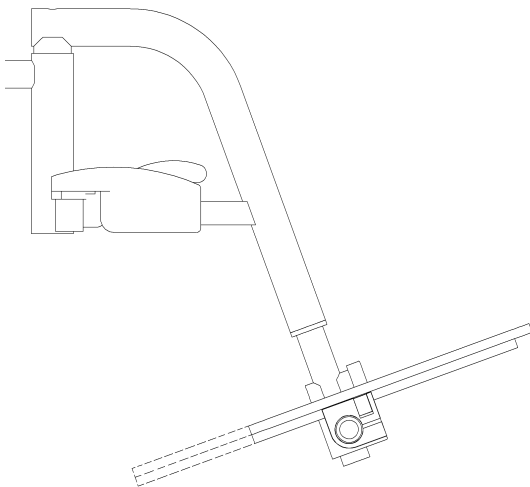

Figure 30 - Ajustement en profondeur
2. Pour procéder à un réglage en **profondeur** faire coulisser la palette sur son rail (figure 30);